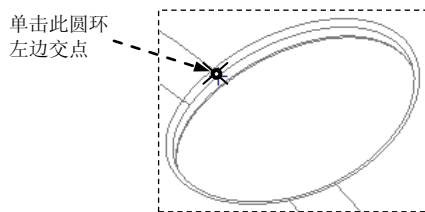
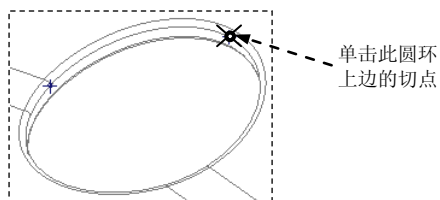

图 21.7 单击圆环左边交点
图 21.8 单击圆环上边切点
(1) 选择命令。单击 **模具** 功能选项卡 **基准** ▾ 按钮，在系统弹出的菜单中依次单击 **曲线** ▾ → **通过点的曲线** 按钮。系统弹出“曲线：通过点”操控板。
(2) 选择 **视图** 功能选项卡 **模型显示** ▾ 区域中的“显示样式”按钮 ，按下  按钮，将模型的显示状态切换到实线线框显示方式。先单击图 21.7 所示的圆环左边交点，然后将模型调整到图 21.8 所示的视图方位，再单击圆环上边的切点。